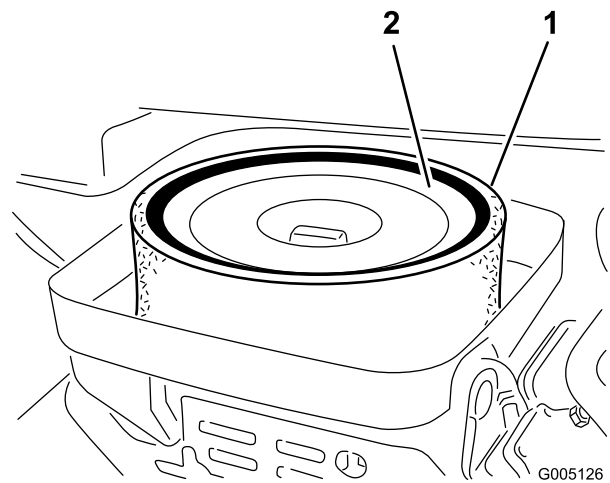

Bild 44
3. Nehmen Sie einen verschmutzten Schaumeinsatz vorsichtig vom Papiereinsatz ab (Bild 44). Reinigen Sie ihn gründlich wie folgt: